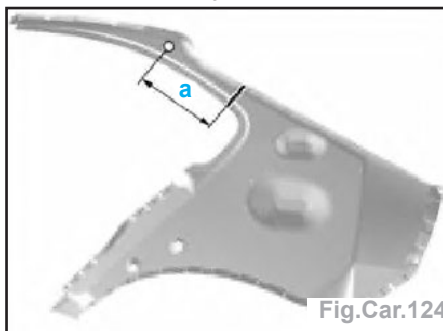

Fig.Car.124
- Tracer et découper l'élément neuf du raidisseur latéral (Fig.Car.124).